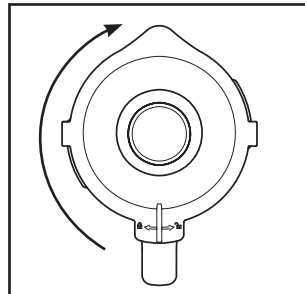

Fig. 2
- 4) Vuelva a presionar firmemente la tapa ❷ sobre el vaso ❸ en su posición desplazada. Para cerrar la tapa ❷, gírela en sentido horario hacia la posición  hasta que encastre audiblemente (consulte la fig. 2). Asegúrese de que la boca del vaso ❸ quede cerrada. Solo podrá activarse el motor si la tapa ❷ está bien colocada.